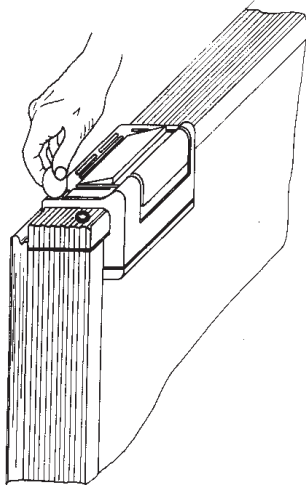

FIG. 1
- Caso de que no se utilice el minibar, se aconseja secar bien el interior y dejar la puerta semiabierta para ventilar el interior. Soltar el retén del portillo con una moneda o con un destornillador pequeño (Fig. 1 y 2).